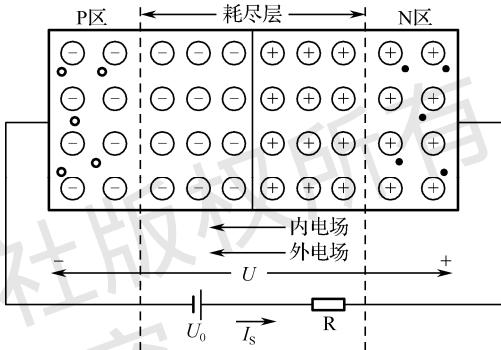

图 1-6 外加反向电压的 PN 结
(2) 外加反向电压。如图 1-6 所示, 在 PN 结上外加反向电压  $U_0$ , 即  $U_0$  的正端接 N 区, 负端接 P 区, 这个方向的外加电压称为反向电压或反向偏置电压, 简称反偏。外电场与 PN 结的内电场方向相同, 促进了内电场的作用, 使阻挡层厚度加大。这样, P 区和 N 区中的多数载流子就很难越过阻挡层, 因此扩散电流趋近于零。但由于内电场增强, 使 N 区和 P 区中的少数载流子更容易产生漂移运动, PN 结的电流就由起支配地位的漂移电流决定, 在外电路上就形成了一个流入 N 区的反向电流  $I_s$ 。但由于少数载流子的浓度很低, 所以反向漂移电流很小, 而且少数载流子是由本征激发产生的, 当材料制成长后, 其数值取决于温度。在一定温度下, 电压再高, 其值也几乎不变, 所以 PN 结在反向偏置时, 可认为基本上是不导电的, 表现为一个很大的电阻。